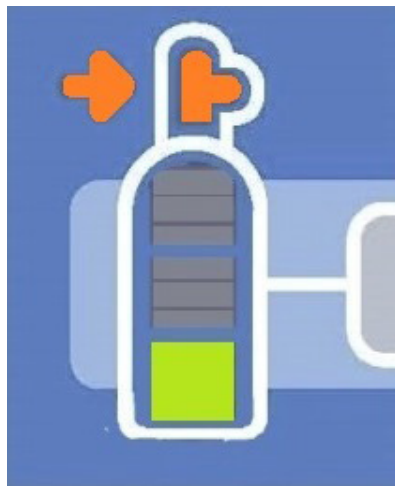

Figura 7: Indicador de pressão baixa
- Se o indicador de baixa pressão, como visto na Figura 7, ficar na cor âmbar, isso indica que o cryoICE BOX não está detectando a pressão adequada. Verifique se a válvula do cilindro de gás está totalmente aberta e se o cilindro que você conectou não está vazio.